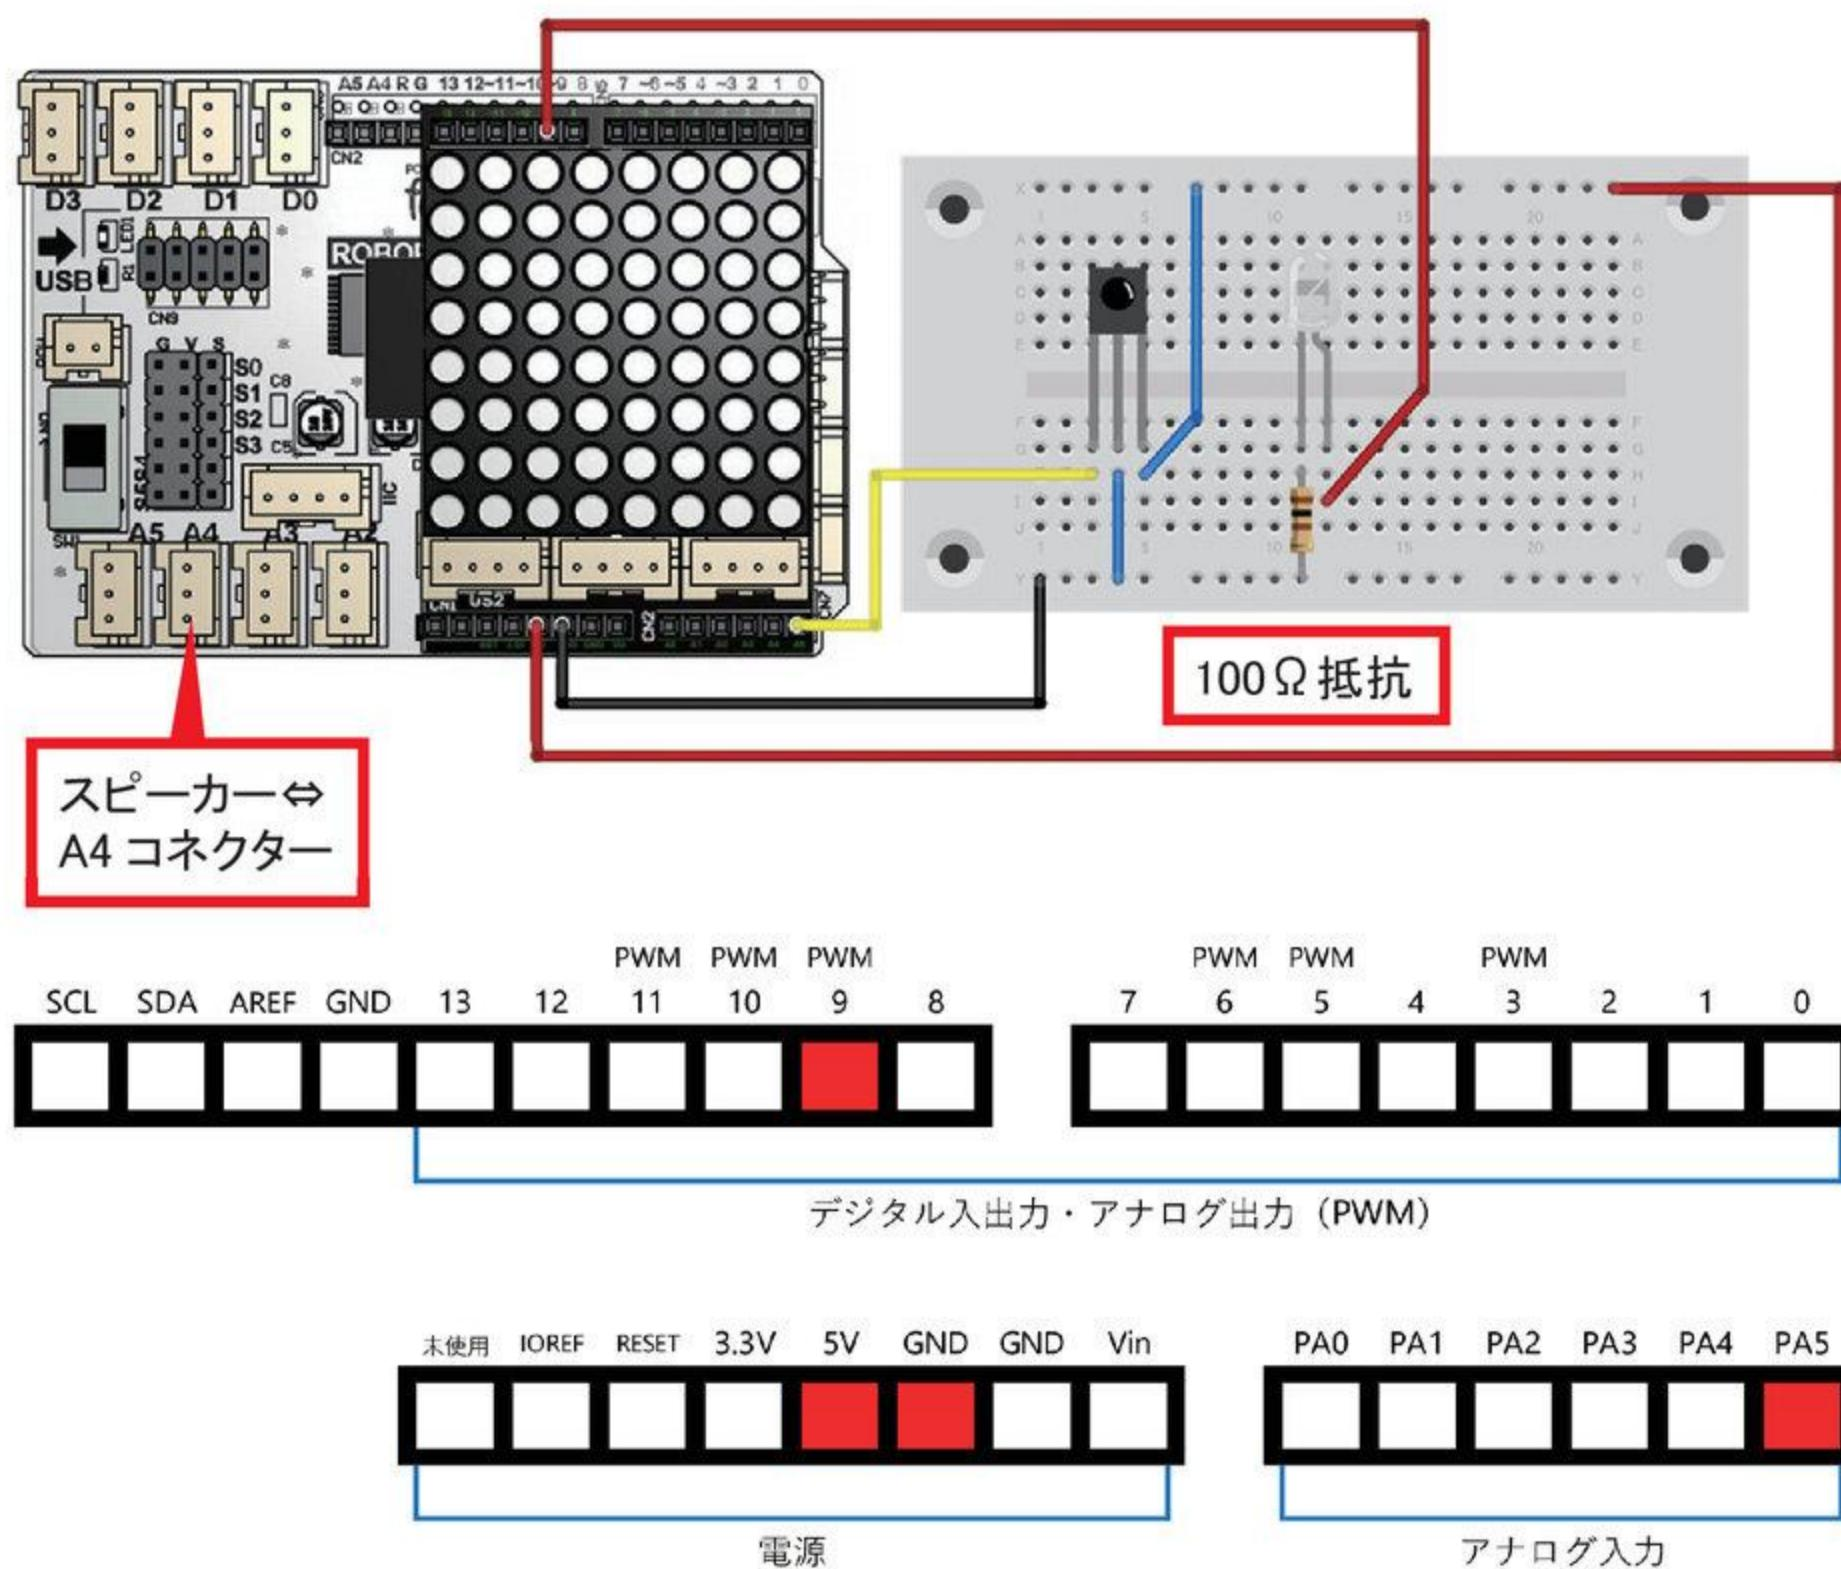

図2-0 赤外線センサーの回路およびマイコンボードの入出力詳細図
- ① 配線が間違っていないか 図2-0を見て点検しましょう。
- ② LEDの極性が逆になっていないか 図2-0を見て点検しましょう。
- ③ ささっている抵抗が $100\Omega$ （茶・黒・茶・金）か点検しましょう。
- ④ ジャンパー線が断線しているものは処分して、交換しましょう。